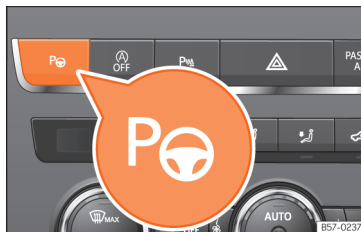
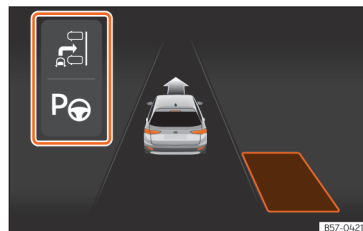
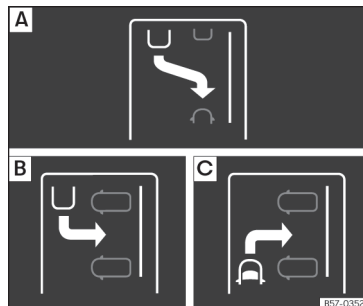

Abb. 184 Im oberen Teil der Mittelkonsole: Taste zum Einschalten des Parklenkassistenten.
Abb. 185 Am Bildschirm des Kombi-Instruments: Anzeige des Parklenkassistenten mit eingeschränkter Sicht.
Abb. 186 Am Bildschirm des Kombi-Instruments: Anzeige der Parkmodi.
Die Bestandteile des Parklenkassistenten sind die Ultraschallsensoren, die sich an den vorderen und hinteren Stoßfängern befinden, die Taste **P** **Abb. 184** zum Ein- und Ausschalten des Systems und die Bildschirmanzeigen im Kombi-Instrument.
» **Abb. 185.** Außerdem erscheint die verkleinerte Ansicht der weiteren möglichen Einparkweisen » **Abb. 186.** Falls der vom System gewählte nicht mit dem gewünschten Modus übereinstimmt, können Sie durch erneutes Drücken der Taste **P** einen anderen wählen » **Abb. 184.**
• Drücken Sie die Taste **Pe** **» Abb. 184.** Bei eingeschaltetem System leuchtet eine Kontrollleuchte in der Taste **Pe** auf.